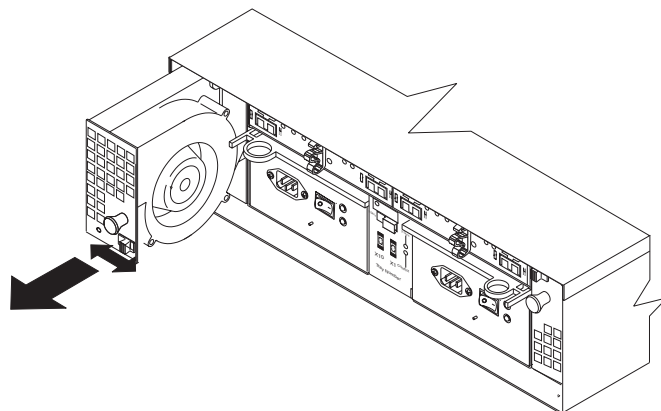

図 43. ホット・スワップ冷却ファンの取り替え
- b. 図 43 に示すように、ハンドル (黒いノブ) を使用してファン・ベイからファンを引き出します。